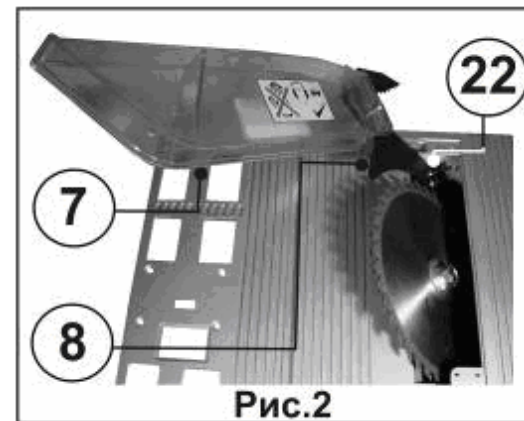

Рис.2
### 8.2. Установка защитного кожуха с расклинователем и антиотбрасывателем (Рис.2)
8.2.2. С помощью рукояток (15) и (19), Рис.1, приведите пильный диск в положение, показанное на Рис.2.
8.2.4. Закрепите защитный кожух (7) на расклинователе (8), как показано на Рис.2.